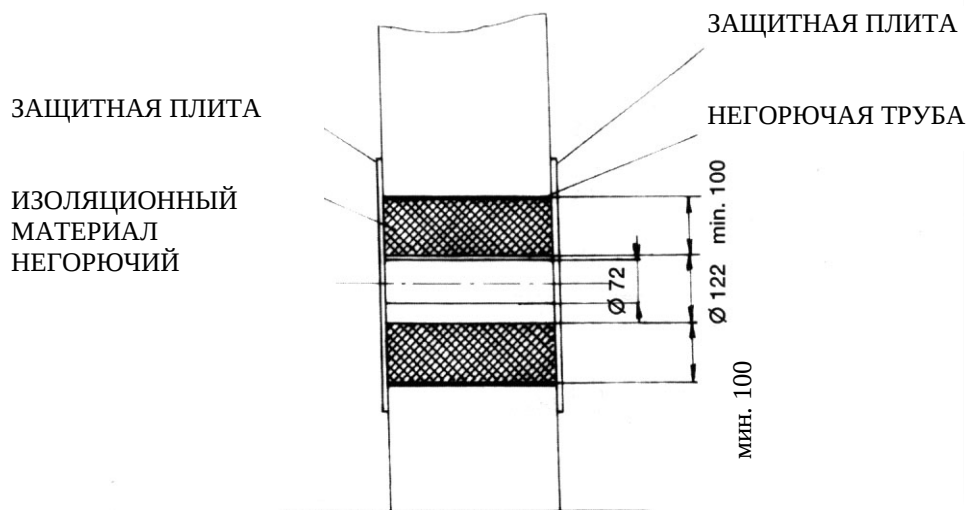

Рис.4
- Пример порядка действий – Рис. 4